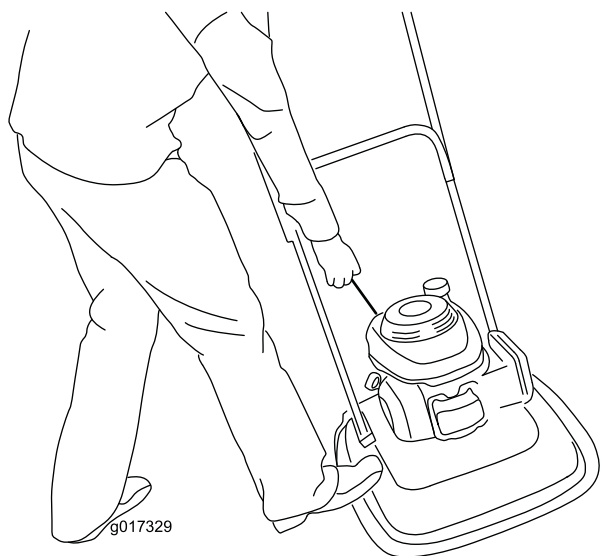

Figura 16
3. Ponga el pie sobre la carcasa e incline la máquina hacia usted (Figura 16).